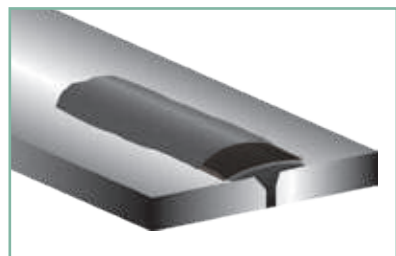

図 11. エポキシ補修剤とテープの上に、更に、エポキシ補修剤を上塗りします
4. 強化網の上にさらに、1.5-6 mm でエポキシ補修剤を塗布し、滑らかに伸ばします。補修部の強化網が持ち上がらないように、補修対象の装置の形状を保ちながら、強化網先端部を覆ってください (図 11 参照)。